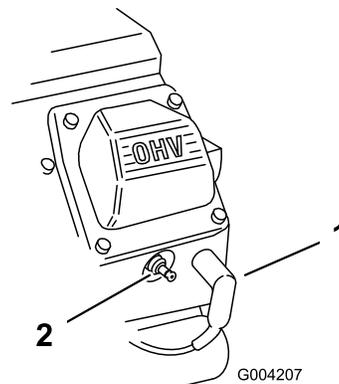

Рисунок 24
2. Снимите провода со свечей зажигания (Рисунок 24).
3. Наденьте провода на свечи зажигания (Рисунок 24).